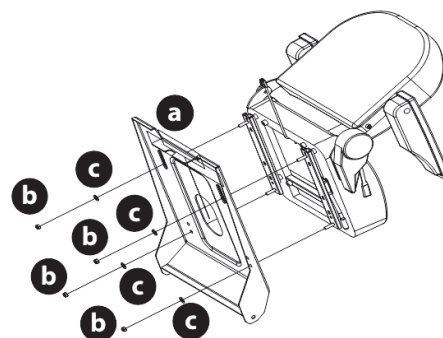

Рис. 3
- С помощью крепежа, поставляемого вместе с техникой, установите сиденье на основание (рис. 3).
Для моделей сидений, имеющих регулировку с помощью рычага, используйте контргайки (b) и плоские шайбы (c) (рис.3).